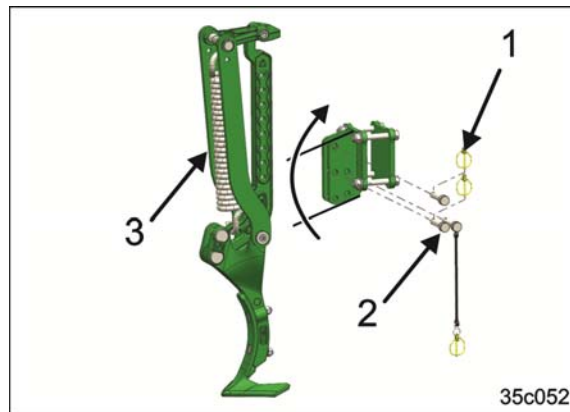

Fig. 126
1. Fjern alle ringsplitterne (Fig. 126/1).
3. Fjern alle stikbolte (Fig. 126/2).